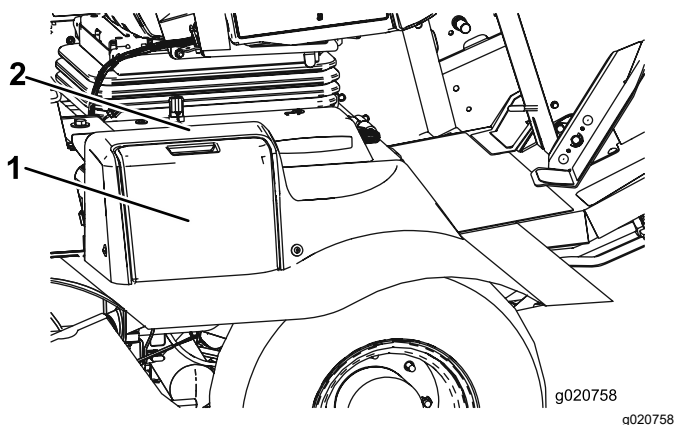

Figure 58
1. Ouvrez le couvercle de la batterie sur le côté du carénage (Figure 58).
Remarque: Appuyez sur la surface plate au-dessus du couvercle de la batterie pour faciliter la dépose du couvercle (Figure 58).